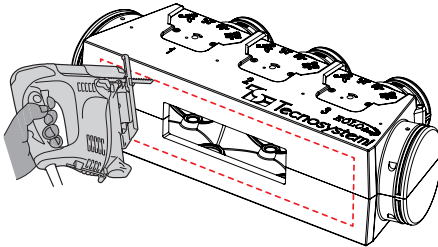

Fig. 3
3. Con un seghetto alternativo o una lama con filo a caldo tagliare il plenum lungo il segno tracciato. Fig. 3
3. Using a jigsaw or hot wire blade, cut the plenum along the traced mark. Fig. 3